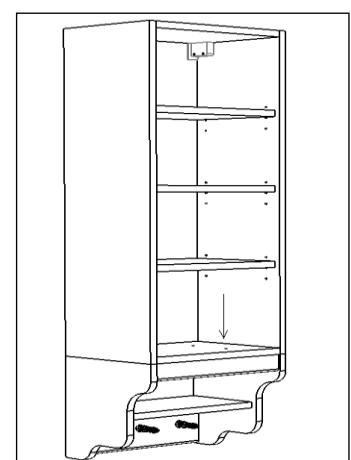

Рис. 44
1. Крепление подвесных полок осуществляется после навески и окончательной регулировки навесных шкафов (Рис. 44)